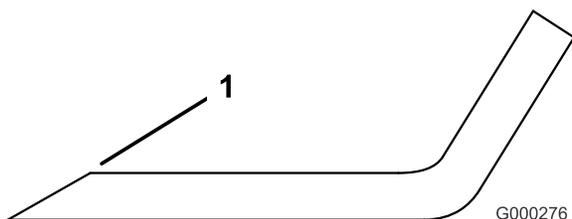

Figure 99
1. Au moyen d'une lime, aiguisiez les tranchants aux deux extrémités de la lame (Figure 99) Veillez à conserver l'angle de coupe d'origine. Limez la même quantité de métal sur chacun des deux tranchants pour ne pas déséquilibrer la lame.